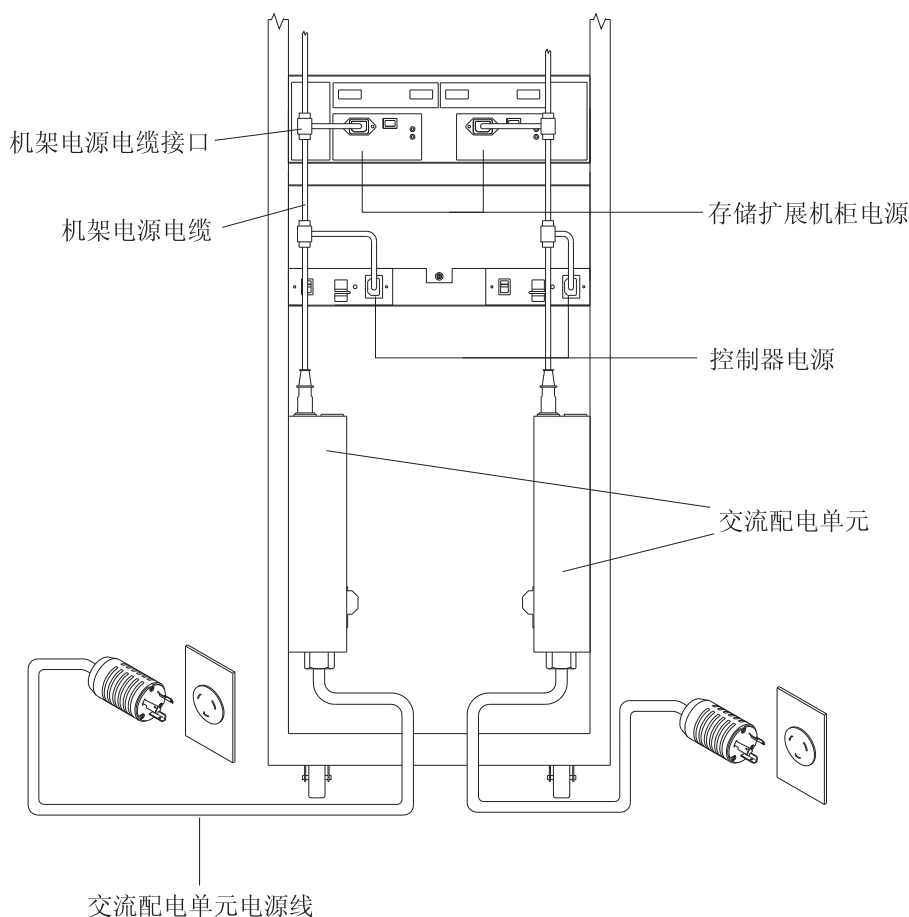

图 102. 控制器和存储扩展机柜的冗余交流电源连接
关于冗余电源连接的示例，请参阅第 142 页的图 102。
- 要保持电源冗余，请将存储子系统的左右 RAID 控制器单元通过机架式机箱内部的交流配电单元插入两个独立的外部电源电路，或直接插入外部插座。类似地，连接到 DS5100 或 DS5300 的 DS4000 或 DS5100 或 DS5300 存储扩展机柜的左右电源应该像 DS5100 或 DS5300 一样插入到两个独立的外部电源电路中。这确保了在只有一个电源电路可用时，仍可对 DS5100 或 DS5300 及其连接的所有存储扩展机柜供电。如果将所有右或左电源电缆插入同一个电源电路，那么可以以无人照管方式恢复供电的时候，对存储子系统组件同时供电。有关冗余电源连接的示例，请参阅第 142 页的图 102。